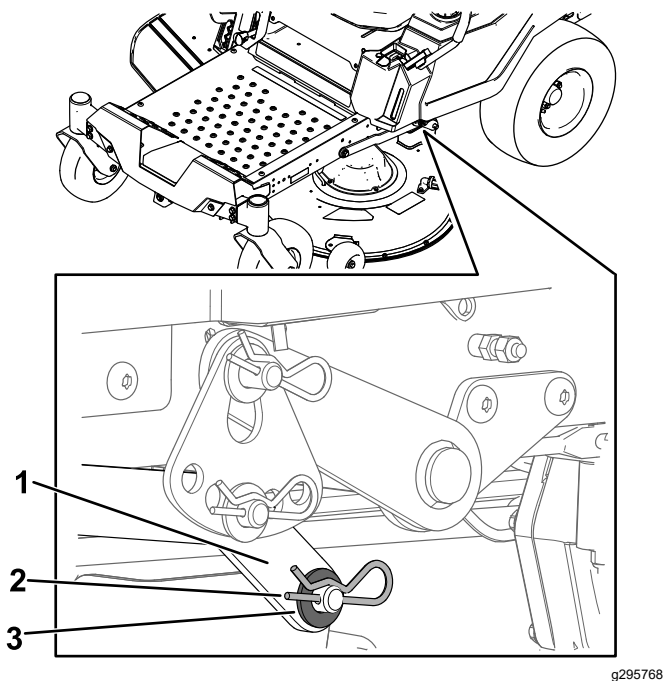

Figura 74
6. En un lado de la máquina, retire la arandela y la chaveta del pasador de la carcasa (Figura 74).
de elevación en el pasador de la carcasa (Figura 74).
6. Instale el brazo de elevación usando la arandela y la chaveta (Figura 74).
7. Retire el brazo de elevación del pasador de la carcasa (Figura 74).